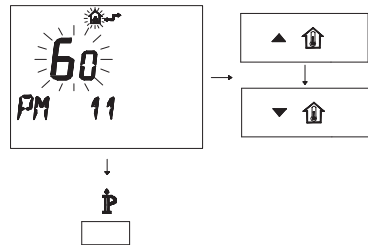

Fig. 5.77
- Per modificare il SET programmato agire sui pulsanti ▲⬆️ o ▼⬆️ e aspettare che il numero programmato cominci a lampeggiare (Fig. 5.77). Ogni passo incrementato o decrementato corrisponde a 1 secondi.